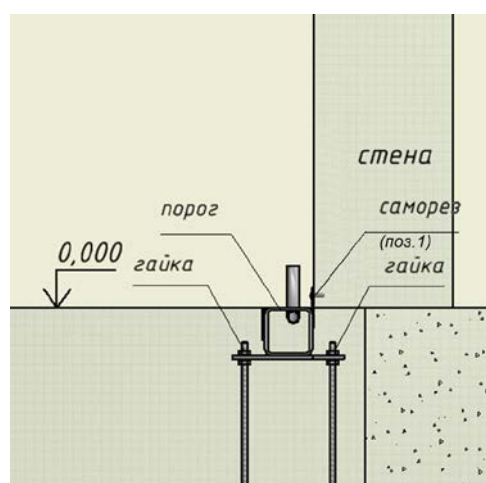

Рисунок 19
- **Внимание! После заливки бетона, удалить (выкрутить) крепёж (рис.19 поз 1).**